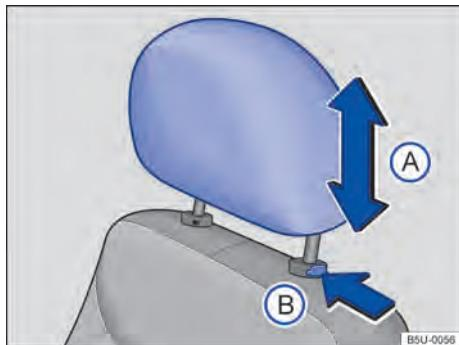

Fig. 47 Desinstalar o apoio para cabeça dianteiro.
- Pressionar o botão  → Fig. 47 B no sentido da seta. Retirar o apoio para cabeça com o botão pressionado.